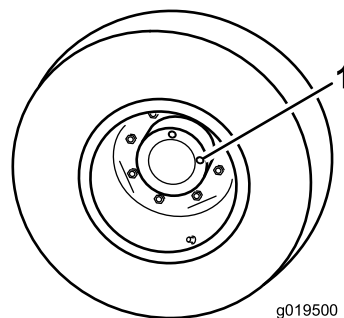

Figura 102
1. Con la macchina parcheggiata su terreno pianeggiante, posizionate la ruota in modo che un tappo di controllo si trovi a ore 12 e l'altro a ore 3 (Figura 102).
1. Tappo di controllo/spurgo (2)
2. Rimuovete il tappo a ore 3 (Figura 102).